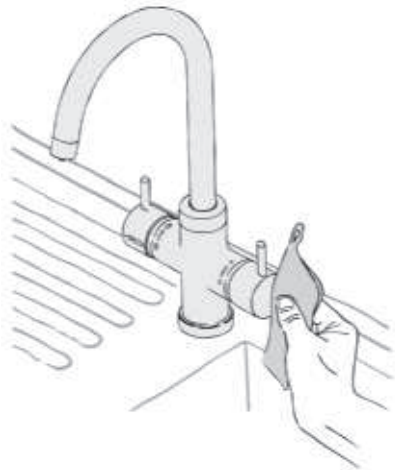

Abb. 37
1. Befreien Sie die Armatur von Schmutz und Kalk (Abb. 37). Verwenden Sie ein zur Oberfläche der Armatur passendes mildes Reinigungsmittel und ein geeignetes Mikrofasertuch.